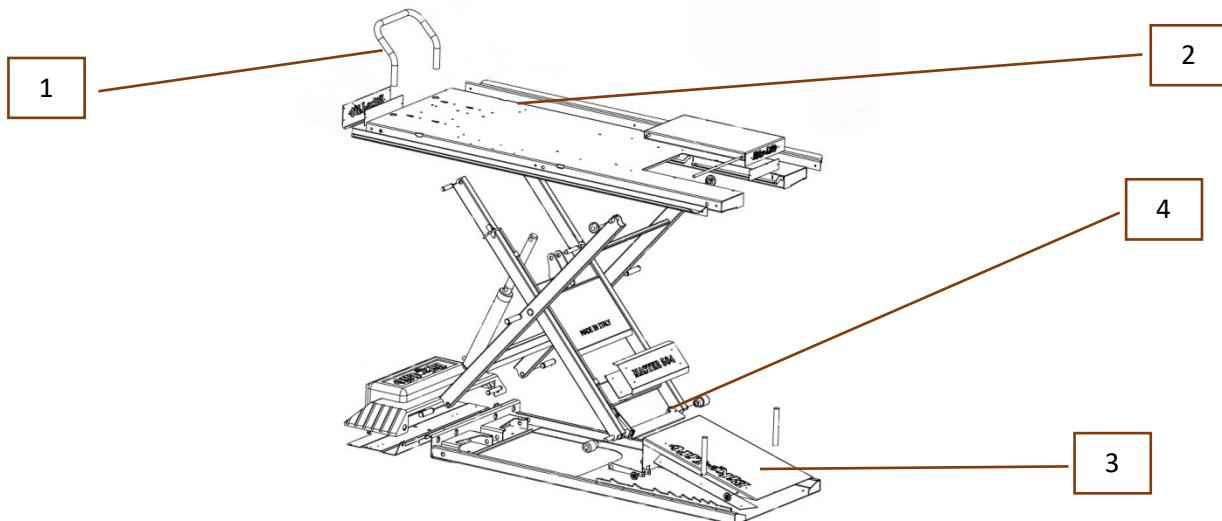

Figura 5 –modello generale di sollevatore
Prima di installare il veicolo al di sopra della pedana è fondamentale mettere il fermoluota (Figura 5, [1]), controllare che il piano di lavoro (Figura 5, [2]) sia **completamente abbassato**.
Raggiunta l'altezza di lavoro, far scendere leggermente il sollevatore in modo da assicurarsi che la barra di sicurezza (Figura 5, [4]) sia appoggiata ai blocchi di fermo; in caso contrario continuare l'azione di salita fino a che la barra non superi i blocchi di fermo posti alla base del sollevatore per la quota di lavoro prescelta;
- 3- Agire sulla pompa per alzare di circa 3 cm il sollevatore, quindi disinserire la barra di sicurezza (Figura 5, [3]) tramite l'apposita leva posta lateralmente. Azionare il comando discesa;